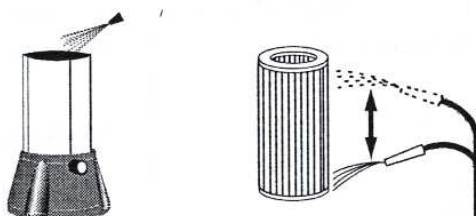

FIG.3
4. sciacquare la cartuccia con acqua (fig.3)